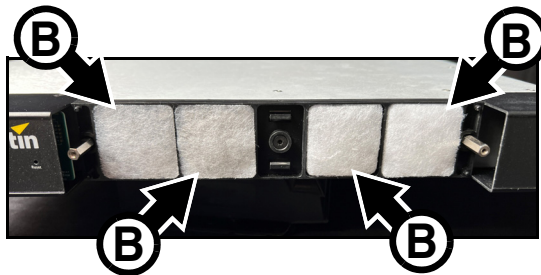

Abbildung 9: Ersetzen der Luftfilter, P3-175
3. Siehe Abbildung 9. Sie können nun die Luftfilter sehen. Entfernen Sie die verbrauchten Filter **B** und setzen Sie die neuen Filter an deren Stelle ein.